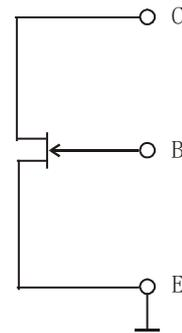
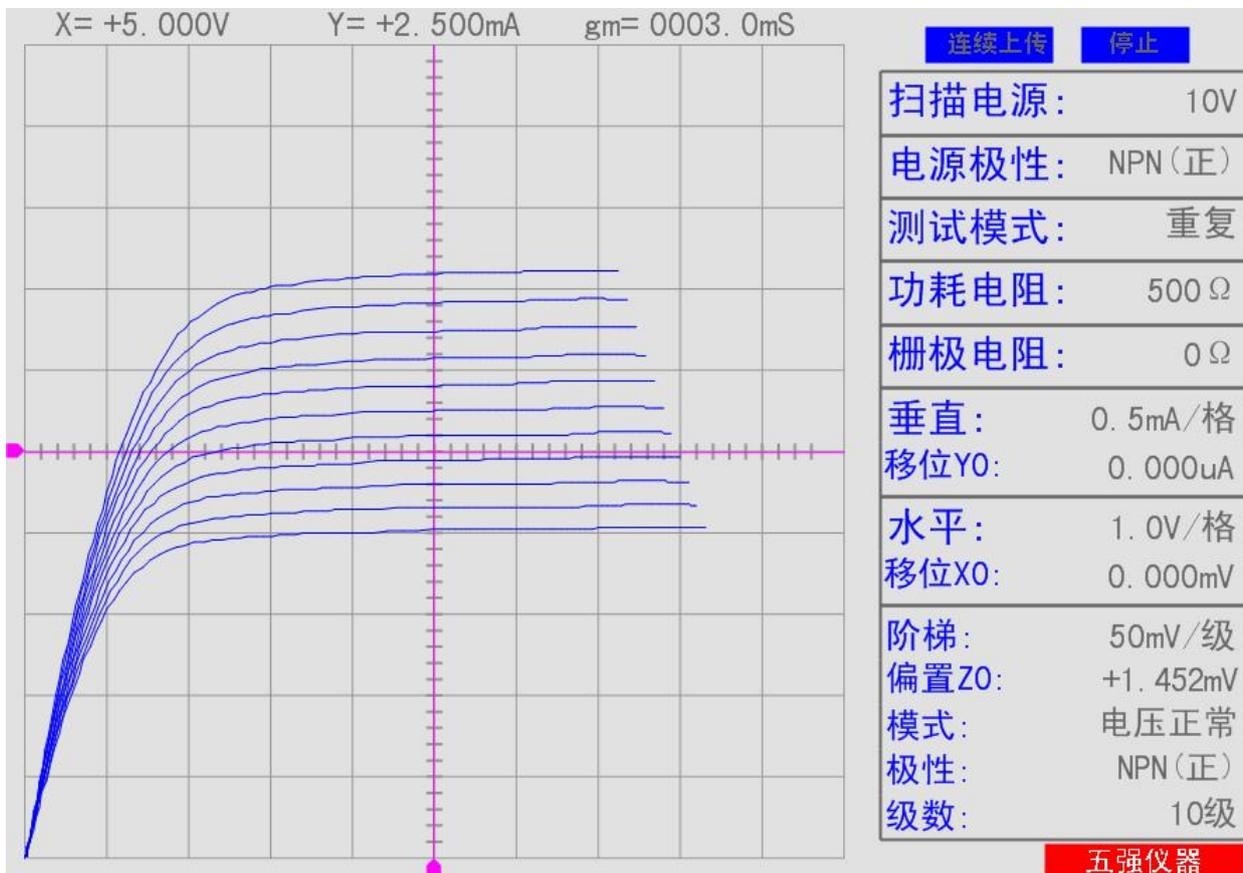

图 26
图 27 K30A 曲线及设置参数档位
6.6 N 沟道增强型 MOSFET: K30A 连接见图 26, 特性曲线见图 27